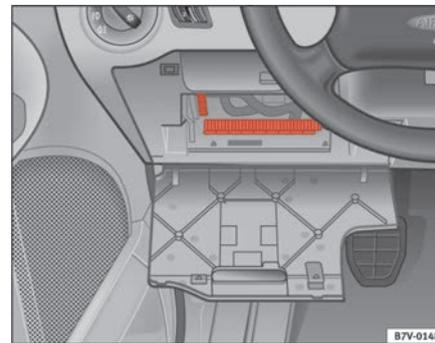

Fig. 162 Lado izquierdo del tablero de instrumentos: caja de fusibles
- Desmonte la tapa de la caja de fusibles ⇒ fig. 162.